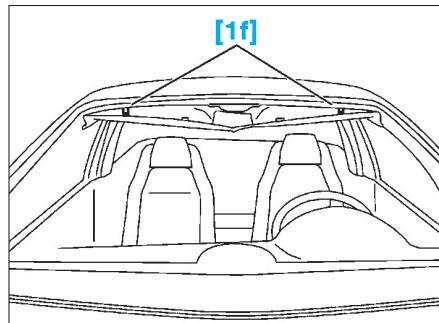

FIG. 71
- Mettre en place les 2 cales [1f] afin d'écartier la garniture de pavillon (Fig.71).